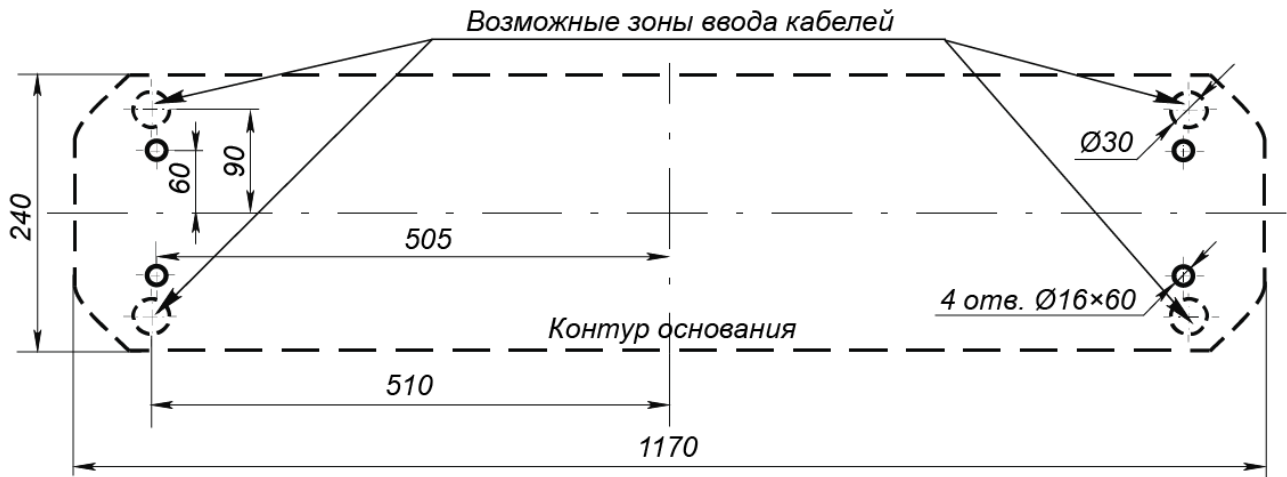

Рисунок 11. Схема разметки для установки стойки ЭП
6. Подготовьте в полу отверстия под гильзы анкеров для крепления стойки ЭП. Установку и крепление стойки производите после прокладки всех кабелей в кабельном канале и внутри стойки. Схема прокладки кабелей в стойке показана на рис. 11.
7. Демонтируйте боковую заглушку (10) и выньте контейнер картоприемника (18), открыв ключом замки (11) и (19).
9. Снимите крышку стойки ЭП (3) (см. разд. 6).
10. Протяните кабели внутри стойки. Рекомендуемое расположение кабелей при прокладке внутри стойки показано на рис. 11.
14. Выполните заземление стойки ЭП в соответствии с требованиями ПУЭ («Правила устройства электроустановок»). Контакт заземления **Z1** (8, рис. 11) находится за боковой заглушкой стойки (10). Для крепления кабеля заземления на контакте используйте гайку М4.
При производстве механизм картоприемника (11, см. рис. 11) установлен со стороны считывателя №1 (A2).
1. Снимите крышку (3) в порядке, указанном в разд. 6.
2. Извлеките контейнер картоприемника (18), открыв замок (19).
3. Извлеките заглушку (10) с противоположной стороны, открыв замок (11).
4. Демонтируйте торцевые крышки (9); каждая крышка крепится двумя винтами M4×16 и двумя шурупами Ø4,2×19 снизу со стороны контейнера (18) или заглушки (10). Кабели считывателей, находящихся внутри торцевых крышек, не отсоединяйте.
7. Отсоедините кабель картоприемника от платы управления картоприемника A1 (10, рис. 11).